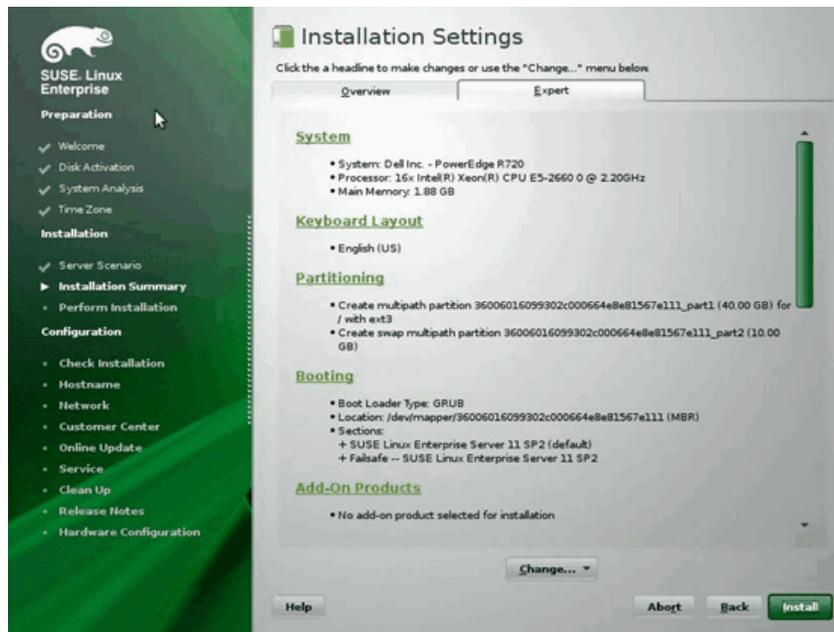

Ilustración 14-22. Configuración de instalación
12. En la página Expert (Experto) de la ventana Installation Settings (Configuración de la instalación), seleccione **Booting** (Inicio) (Ilustración 14-22).